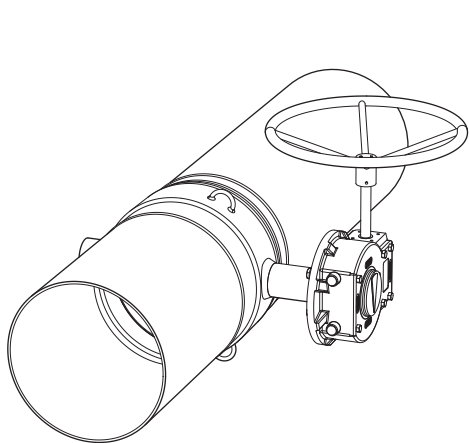
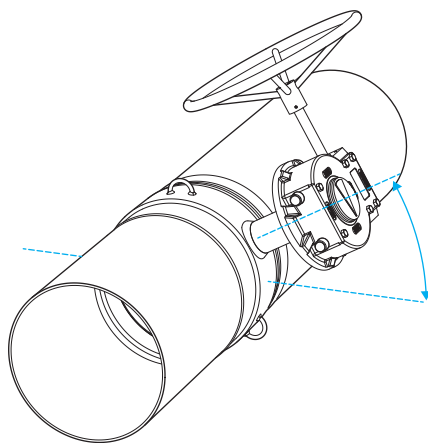

Bild 12. Horisontell montering
Bild 13. Montering i vinkel
Det bästa monteringsläget är i en horisontell rörledning med horisontell ventilspindel (se bild 12). Ventilen kan även monteras i en vinkel om maximalt 45° (se bild 13).
- Rekommenderat monteringsläge för ventilen är i vinkel (se bild 13) eller med ventilskaften i horisontellt läge (se bild 12 och 22). Undvik montering med ventilskaften helt upprätt.